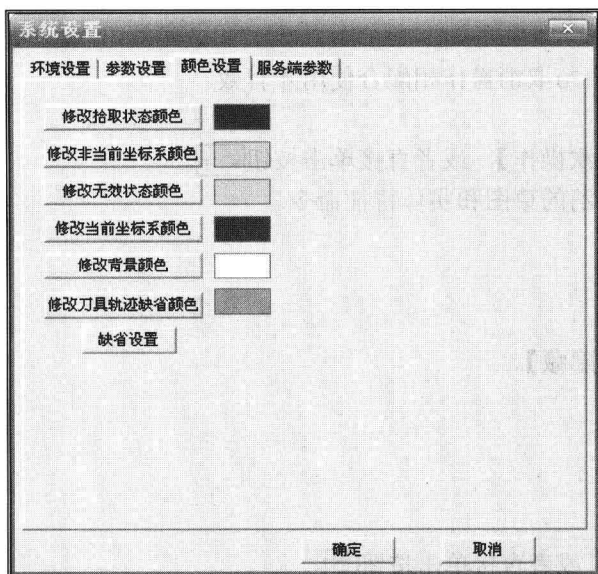

图 1-7 颜色设置
① 功能。修改拾取状态颜色、修改无效状态颜色、修改非当前坐标系颜色、修改当前坐标系颜色。
② 操作。单击【设置】下拉菜单中的【颜色设置】，弹出【颜色设置】对话框，选择【颜色设置】选项卡（图 1-7）。可以根据需要对颜色进行设定。